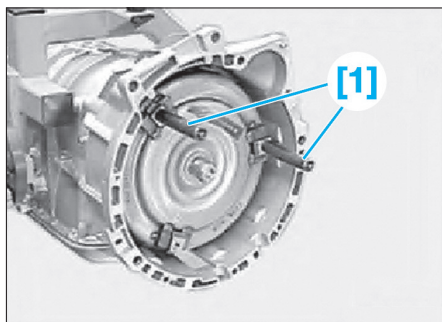

Fig. 18
- Visser l'outil [1] dans le convertisseur de couple (Fig.18).